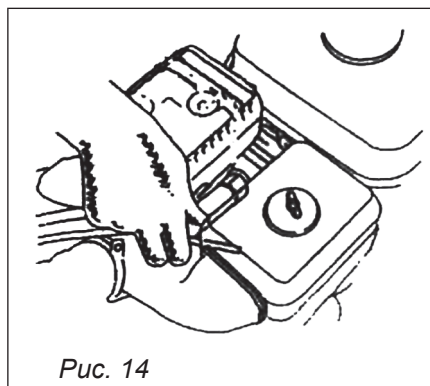

Рис. 14
- Снимите наконечник свечи зажигания, удалите грязь вокруг свечи (рис. 14).